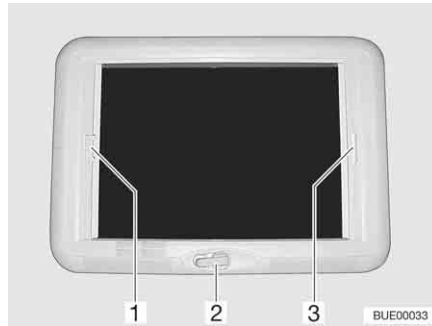

Bild 84 Vevmanövrerad taklucka
- Öppna:* ■ Vrid på handveven (Bild 84,2) tills ett motstånd känns.
- Stänga:* ■ Drag i plisségardinens handtag (Bild 84,3) och släpp i önskad position. Plisségardinen stannar i denna position.
- Stänga:* ■ Drag, med handtaget (Bild 84,1), insektsskyddet till plisségardinens handtag (Bild 84,3) på den motsatta sidan, där det hakas i.
- Öppna:* ■ Tryck insektsskyddet handtag (Bild 84,1) bakåt, uppåt och haka av insektsskyddet från plisségardinen (Bild 84,3).